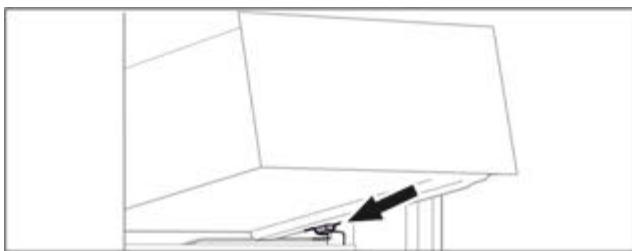

Fig. 62
- Встановити висувний ящик за стопорами на ребро для резервуару навскоси. (див. Fig. 62)